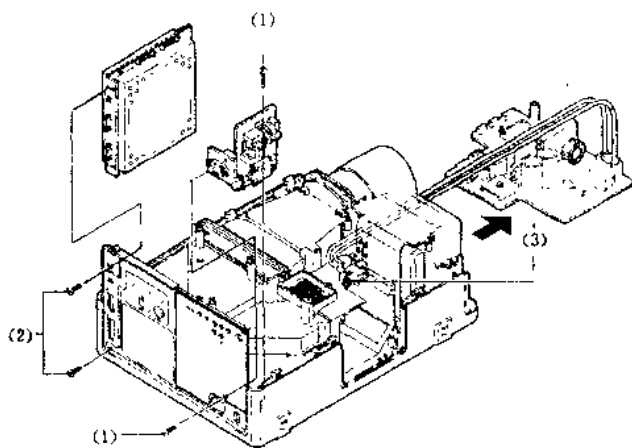

图 1-4
- (2) 提起风扇导管的后部,并取下。
- (3) 拆下主装置上的 5 只固定螺丝。
4. 其它印刷电路板的拆卸(如图 1-4 所示)